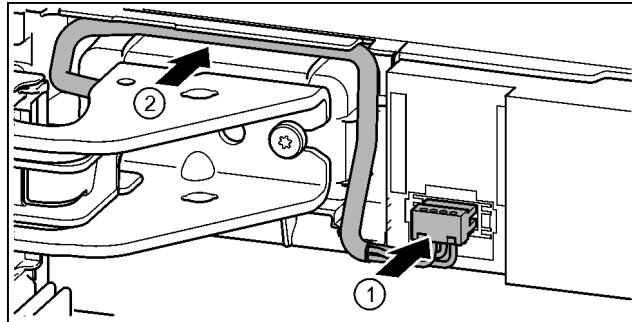

Fig. 42
- Stecker über oberen Lagerbock einrasten und Kabellitzen vorsichtig in Kanal legen. Fig. 42 (1)
- Graues Kabel vorsichtig in der Führung über dem oberen Lagerbock verlegen. Fig. 42 (2)